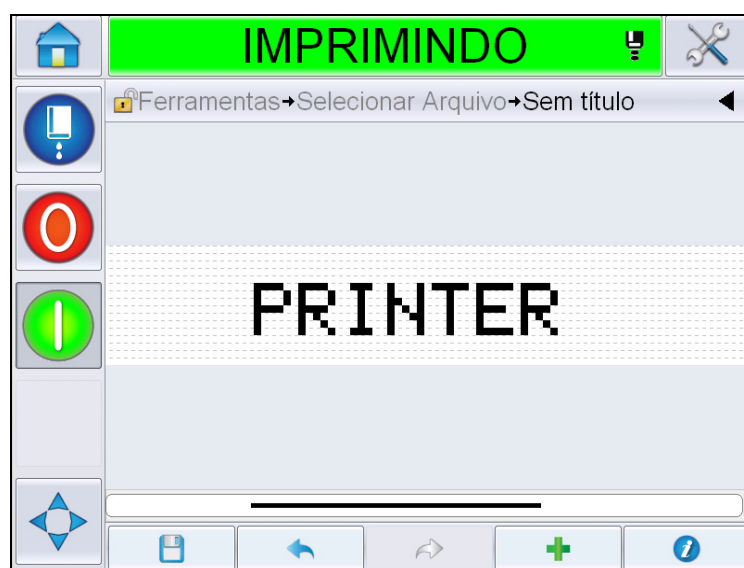

Figura 5-37: Texto livre na página Mensagem
- 17 Selecione e defina os parâmetros conforme o requisito e toque em OK. A mensagem com o texto livre é exibida na página Mensagem (Figura 5-37).